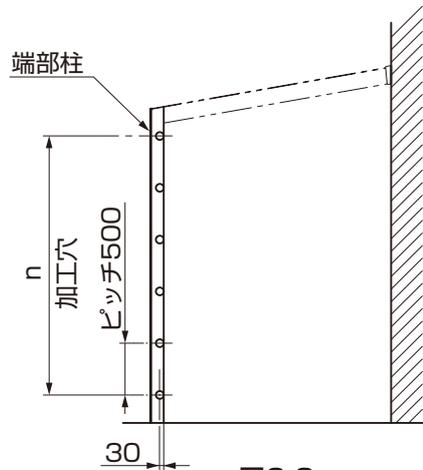
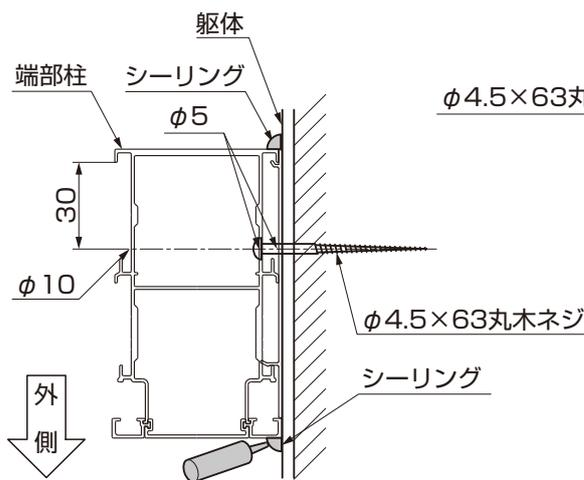
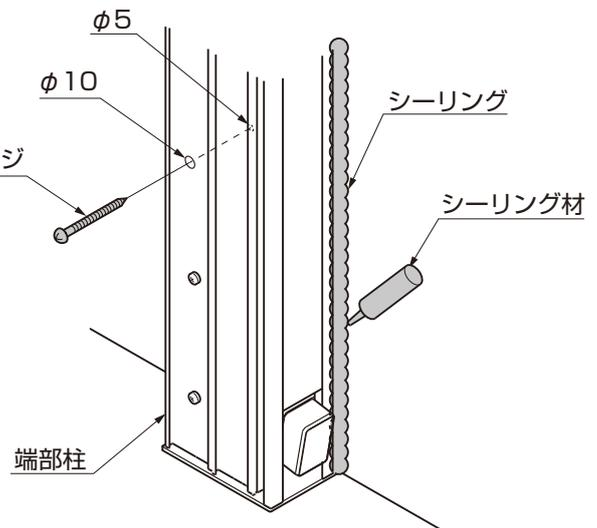

図6-2
図6-3
図6-4
- ①入隅側の端部柱に、φ10、φ5の穴をあけてください。(図6-2、図6-3、表6-1参照)
- ②端部柱と躯体を、「φ4.5×63丸木ネジ」で取付けてください。(図6-3、図6-4参照)
- ③端部柱と躯体の取合せ部にシーリングをしてください。(図6-4参照)